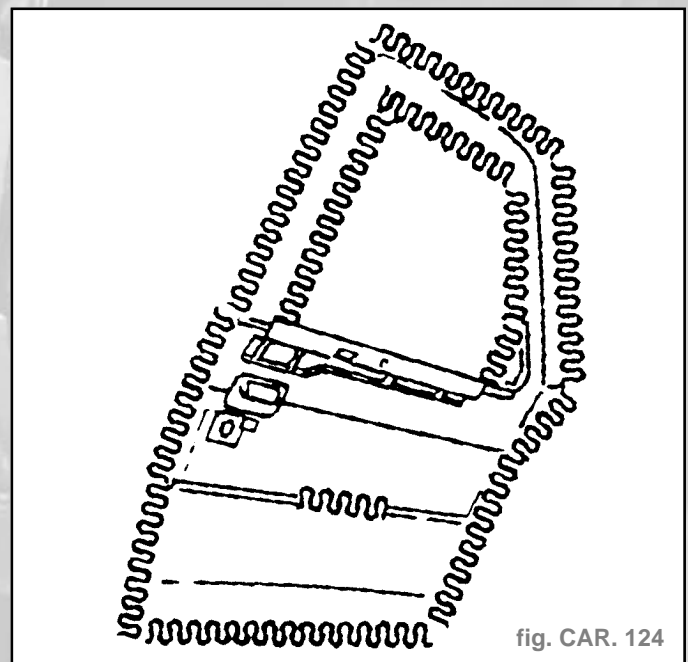

fig. CAR. 124
- Appliquer une colle structurale (fig. CAR. 124).